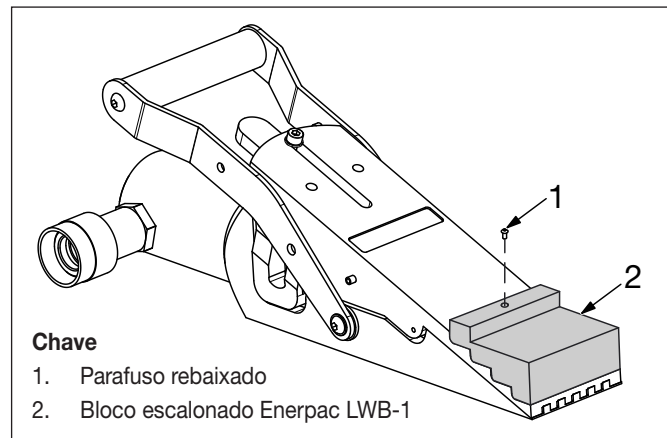

Figura 6, bloco escalonado Enerpac LWB-1
2. Monte o bloco escalonado na pinça de levantamento e prenda-o com o parafuso rebaidado, conforme exibido na Figura 6.